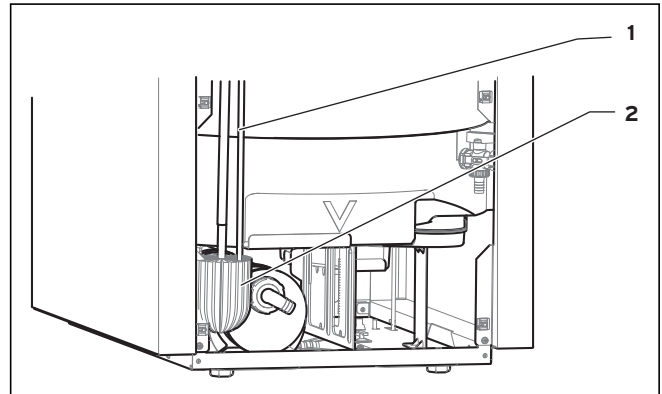

Fig 7.8 Retrait des brosses de nettoyage
- Vérifiez que le cordon d'étanchéité (1) ne soit ni endommagé, ni usé et remplacez-le le cas échéant.
- Prenez les deux brosses de nettoyage. Elles se trouvent dans la partie inférieure, derrière la protection (voir Fig. 7.8)